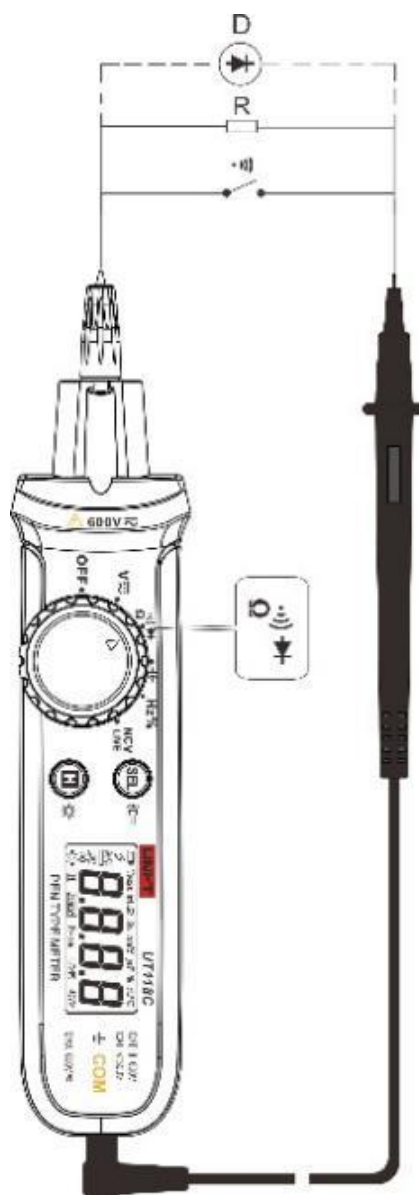

Рис. 4
11.2 Прозвон, измерение сопротивления, тест диодов (Рис. 4)